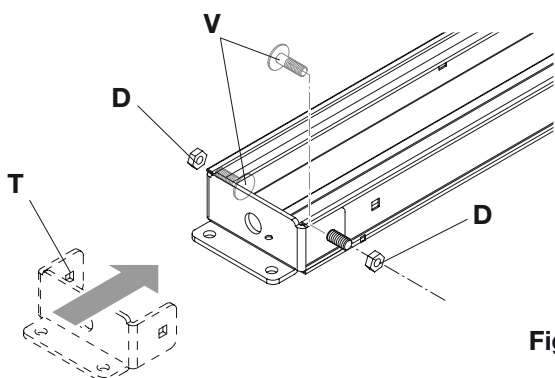

Fig.15
2) Appliquer à la fin du rail, l'étrier T comme représenté en figure 15, puis insérer les deux vis V de l'intérieur du rail. Fixer l'étrier en utilisant les 2 écrous D.